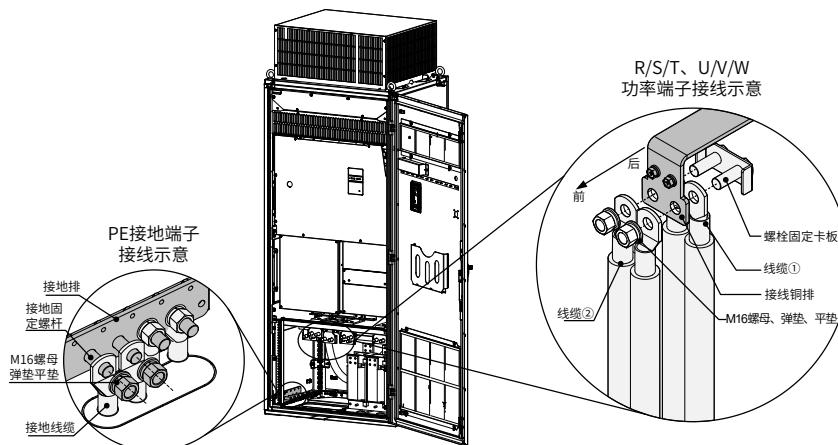

图 4-9 主回路端子和 PE 接地端子接线示例
第一步：按照图 4-9 所示，将两根线缆①套于螺栓固定卡板上的螺栓；
第一步：按照图 4-9 所示，将接地线缆套于接地固定螺杆上；